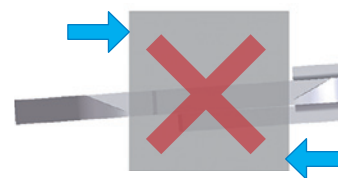

Fig. 6
3. Não meça uma peça com as faces de medição inclinadas. Procure sentir que as faces de medição estão bem encostadas. (Fig. 6)